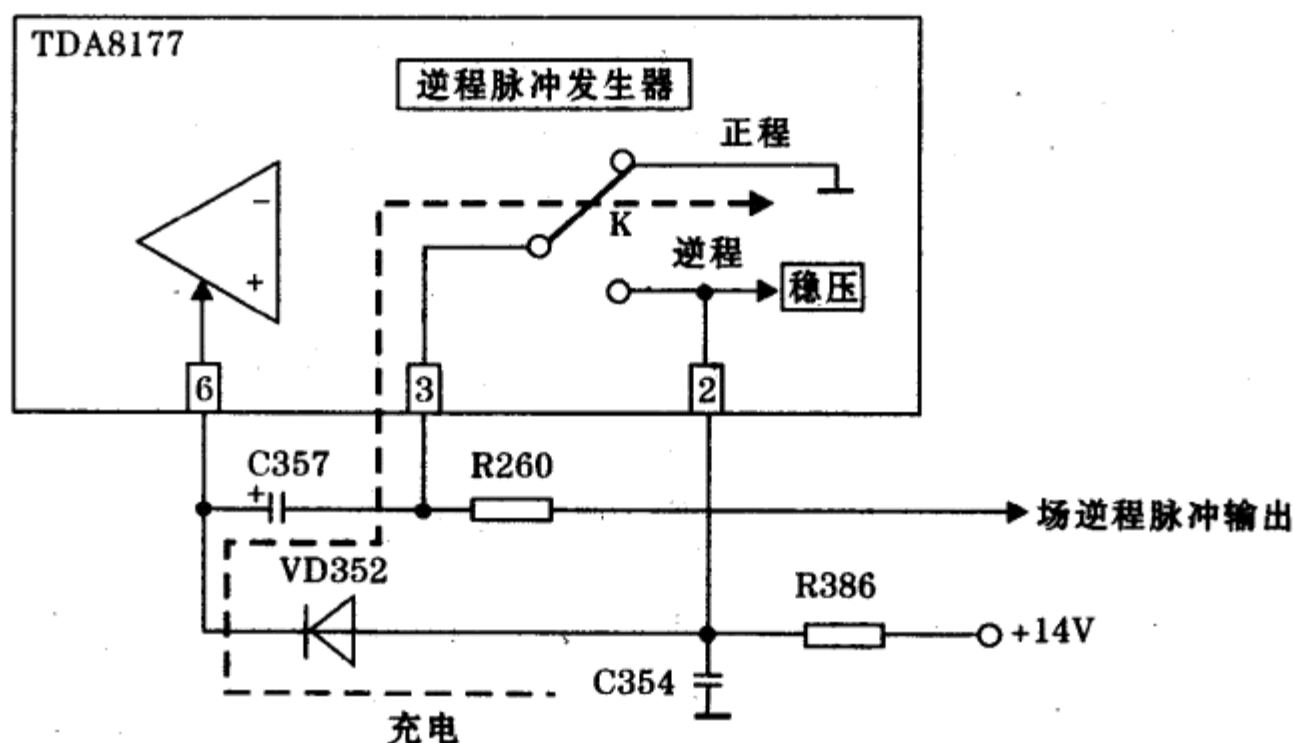

图17 泵电源电路
TDA8177 第⑥脚为泵电源电压供电端。该脚内接电子开关。电路中,VD352、C357 与集成块内部电子开关共同组成泵电源电压形成电路,为场输出电路工作在逆程期间提供电源电压,如图 17 所示。